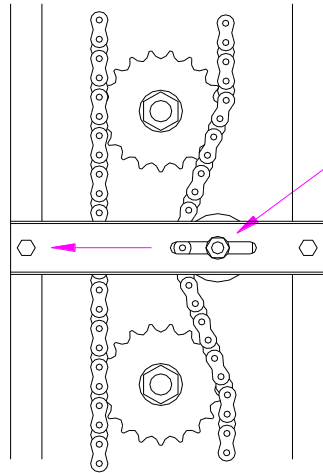

Fig. 9
- Dévissez légèrement la vis (1) Fig 9 et déplacez le tendeur vers la gauche, refixez le tendeur en appuyant sur la vis (1) quand la chaîne est tendue.